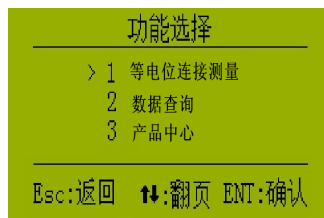

图1
2、将USB 转串口线与S-3131N设备串口连接，打开设备运行至功能选择界面(见图1)。